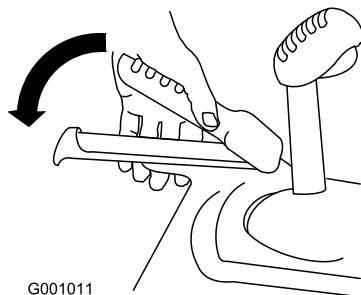

Figura 14
3. Premete la leva sinistra (della trazione) contro l'impugnatura (Figura 14).
6. Premete la leva sinistra (della trazione) contro l'impugnatura (Figura 14).